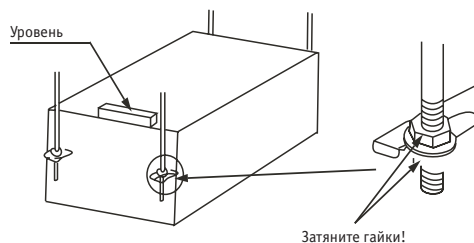

Рис. 4-3
3. Для выравнивания блока применяйте измеритель уровня. Не допускается уклон блока в сторону, противоположную дренажному отверстию. Рекомендуется выполнить небольшой уклон в сторону указанного отверстия. См. рис. 4-3.